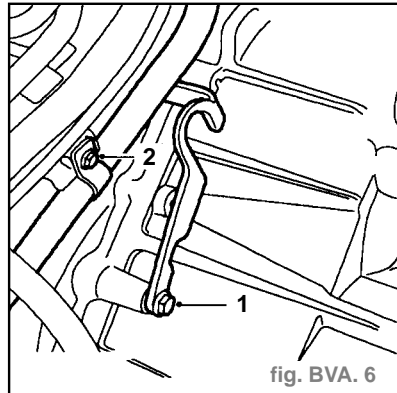
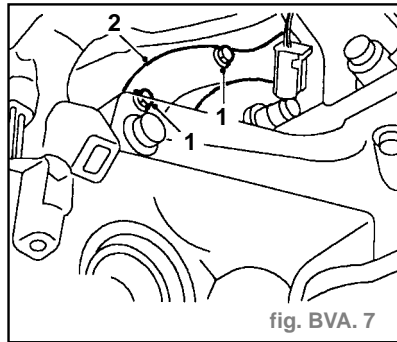

fig. BVA. 6
fig. BVA. 7
- Poser le boulon maintenant le support de levage sur la boîte de vitesses (1) (fig. BVA. 6).
- Modèles avec climatisation d'air : enlever le boulon maintenant le tuyau de climatisation d'air sur le support de fixation (2).
- Enlever les 2 boulons maintenant le couvercle arrière du volant sur le carter du volant (1) (fig. BVA. 7).
- Déposer la plaque de recouvrement arrière du volant (2).